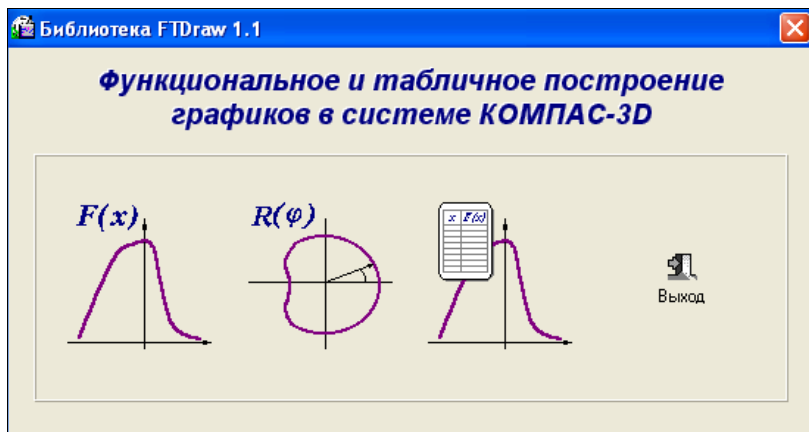

Рис. 26.55. Диалоговое окно **Библиотека FTDraw 1.1**
- ♦ щелкните ЛК мыши в окне **Библиотеки построения графиков**. Система выведет на экран окно **Библиотека FTDraw 1.1** для выбора следующих режимов (рис. 26.55):